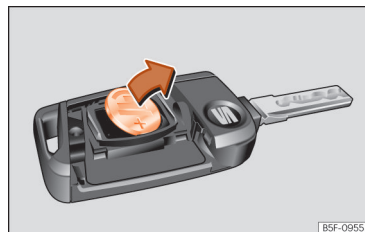

Abb. 49 Fahrzeugschlüssel: Batterie herausnehmen.
- Batterie mit einem geeigneten dünnen Gegenstand aus dem Batteriefach hebeln »» (Abb. 49).
- Drücken Sie eine neue Batterie in das Batteriefach ein »» ①.